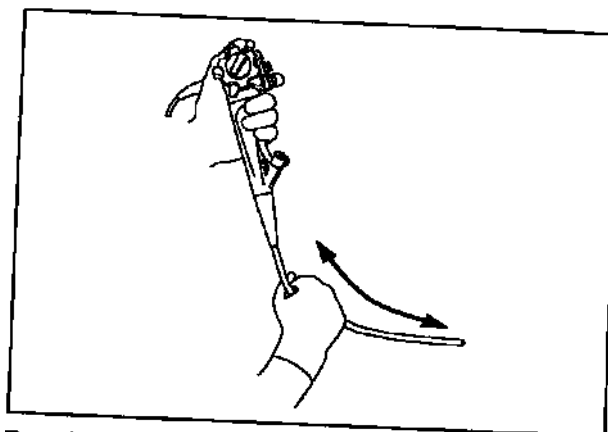

Рис. 3.2
4. Удерживая одной рукой блок управления, тщательно проведите пальцами другой руки по всей длине вводимой части в обоих направлениях (см. Рис. 3.2). Убедитесь в том, что из вводимой части не выступают объекты или металлические провода. Также убедитесь в том, что вводимая трубка не является необычно жесткой.